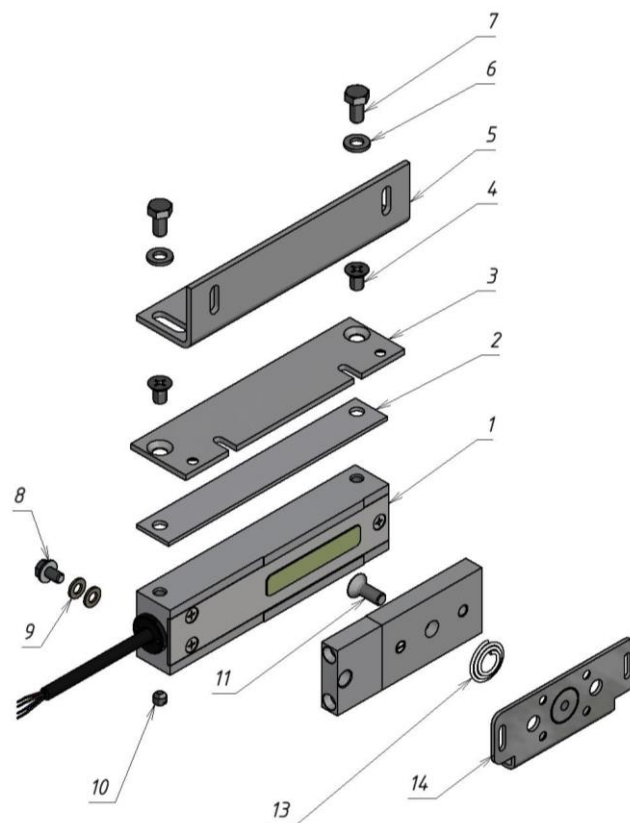
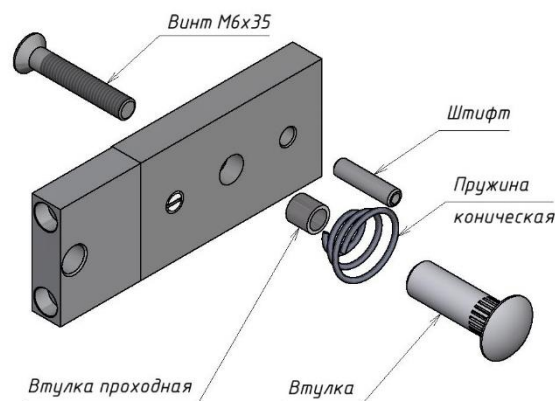

Рисунок 1 – Комплект поставки
Рисунок 2 - Комплект крепления якоря
4.1 В комплект поставки замка входят (рисунок 1):
- корпус M20 (1).....1 шт.
- планка узкая M20 (2).....1 шт.
- пластина M20 (3).....1 шт.
- винт M6x10 потайн. (4).....2 шт.
- угольник M20 (5).....1 шт.
- шайба 6 (6).....2 шт.
- болт M6x12 (7).....2 шт.
- винт заземления M5x8 (8).....1 шт.
- шайба 5 (латунь) (9).....2 шт.
- винт-заглушка M6x6 (10).....2 шт.
- винт M6x16 (потайн.) под ключ S4 (11).....1 шт.
- якорь M20 (12).....1 шт.
- пружина коническая (13) (из комплекта крепления якоря).....1 шт.
- кронштейн якоря M20 (14).....1 шт.
- комплект крепления якоря (рисунок 2).....1 шт.
Замок состоит из корпусной части и якорной части (рисунок 1). Для обеспечения эксплуатационных характеристик рабочие поверхности корпуса и якоря должны быть совмещены и плотно прилегать друг к другу при закрывании двери.
Корпус замка может крепиться при помощи угольника (5) или через монтажную пластину (3) (рисунок 1). Если позволяет конструкция места монтажа, допускается крепление непосредственно через крепежные отверстия в корпусе замка (резьба М6), длина винтов в этом случае определяется по месту, при этом в тело корпуса винты должны входить не более чем на 8мм.
- с помощью комплекта крепления якоря с отверстиями в двери для винта крепления якоря и фиксирующего штифта (рисунок 2);
- без отверстий в двери, с помощью монтажной пластины крепления якоря (12) (рисунок 1).